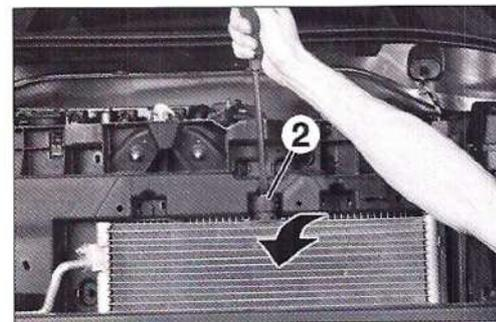

FIG. 39
• Con un destornillador, sacar el condensador en (2) (Fig.39).